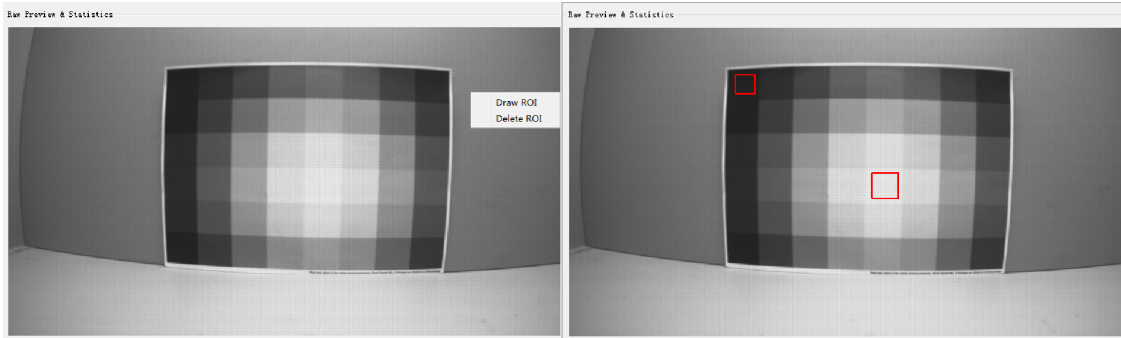

图4-6-1-1
- 选择YNR Capture 页面，首先拍摄一张raw图，在右侧预览界面中右键选择Draw ROI，分别依次框选预览图中的最亮块和最暗块（后面将以黑块和白块表示），可以通过双击矩形框内部来切换要重绘的矩形框，固定图像位置及矩形框位置，进行NR拍摄，如图4-6-1-1所示;